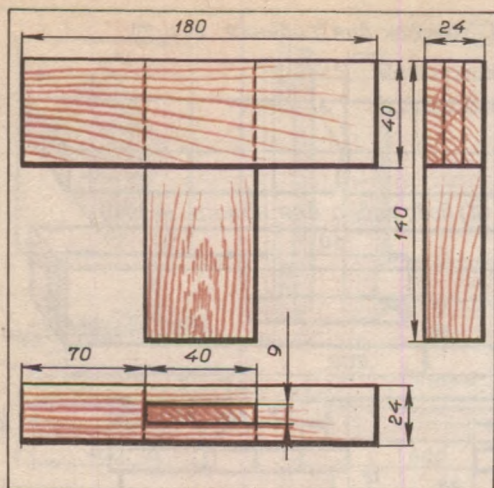

Рис. 124. Пробное соединение брусков.
7. Выполнить самостоятельно пробные соединения (рис. 124).